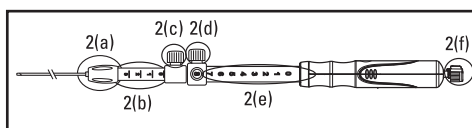

Figure 2.
- S'assurer que l'aiguille est entièrement rétractée et que le verrou de réglage de l'aiguille (Figure 2(d)) est serré en position zéro (Figure 2(e)).
- Déterminer la longueur appropriée de la gaine en fonction de la longueur de l'écho-endoscope. Utiliser le verrou de réglage de la gaine (Figure 2(c)) pour régler la gaine à la longueur voulue et la maintenir en place. Faire tourner le verrou de réglage de la gaine dans le sens horaire pour verrouiller la gaine. L'extrémité distale de la gaine doit être visible sur l'image endoscopique.
Remarque : Les numéros de référence et les repères de la jauge de réglage de la gaine (Figure 2(b)) ne sont que des indications.
- Continuer de pousser le dispositif jusqu'à ce qu'il sorte de l'écho-endoscope et que la gaine soit visible sur l'image endoscopique. Serrer le raccord Luer (Figure 2(a)) en tournant dans le sens horaire pour fixer le dispositif à l'orifice du canal interventionnel de l'écho-endoscope.
Remarque : S'il est nécessaire d'ajuster la longueur de la gaine, desserrer le verrou de réglage de la gaine (Figure 2(c)) et le repositionner sur le point de référence approprié.
8. Régler la profondeur de pénétration de l'aiguille sur la position voulue à l'aide du verrou de réglage de l'aiguille (Figure 2(d)). Pour contrôler la profondeur de pénétration de l'aiguille dans le site cible, desserrer le verrou de réglage de l'aiguille en tournant le bouton dans le sens anti-horaire. Aligner le verrou de réglage de l'aiguille sur le numéro de référence approprié indiqué sur la poignée du dispositif. Verrouiller en tournant le verrou de réglage de l'aiguille dans le sens horaire.
Remarque : Les numéros de référence de la jauge de profondeur de l'aiguille (Figure 2(e)) ne sont que des indications. Ces numéros représentent l'extension de l'aiguille (en centimètres) lorsque le dispositif est en position droite.
10. Retirer le stylet (Figure 2(f)) de l'orifice d'aspiration du dispositif en le desserrant et en le tirant délicatement de la poignée.
Remarque : Le stylet peut être enroulé et attaché à l'aide du mécanisme présent sur le capuchon (Figure 2(f)). Le stylet doit être conservé pour d'autres passes de l'aiguille au cours de la même procédure.
12. Raccorder la seringue fournie à l'orifice d'aspiration (Figure 2 (f)) de la poignée du dispositif.